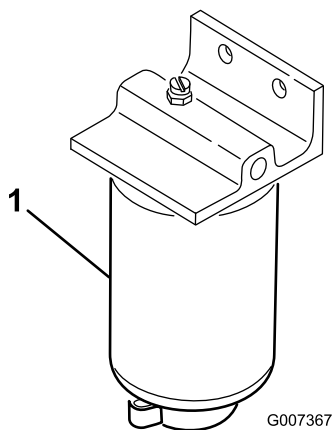

図 27
2. 燃料フィルタの下に燃料を受ける容器をおく 図 27。
3. 燃料フィルタについているドレンプラグを開き、内部にたまっている異物を流し出す 図 27。終了したらプラグを締める。